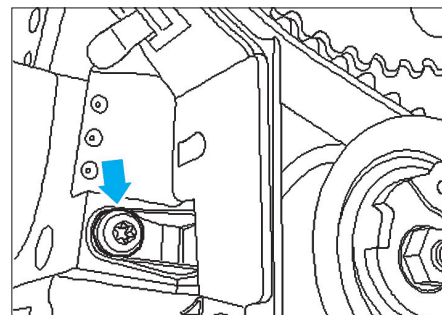

FIG. 155
- la vis de fixation de protection de la courroie de distribution à l'arrière (Fig.155),